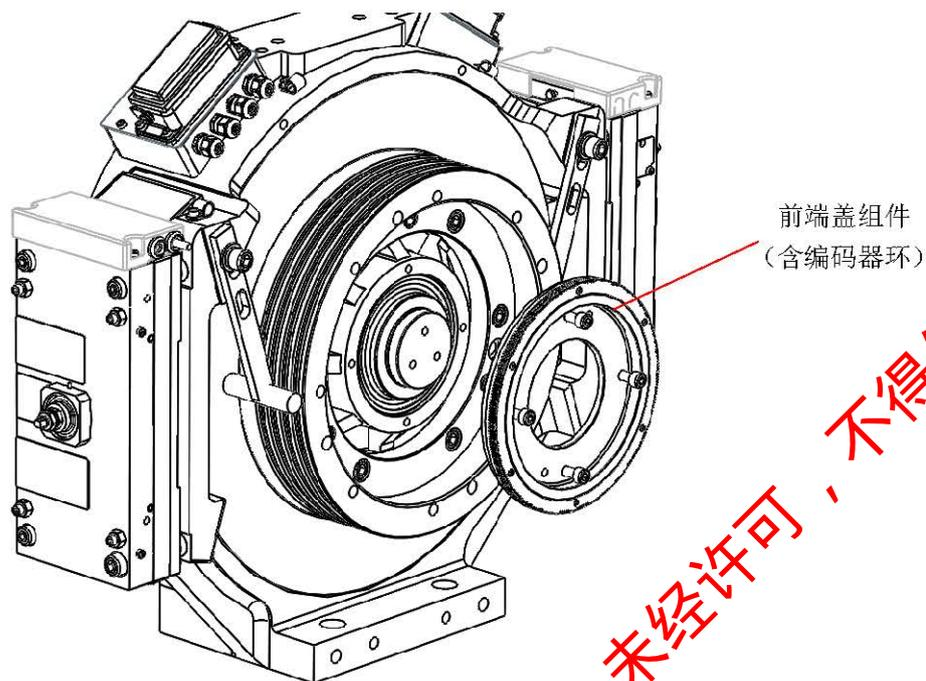

图 8-4 编码器环拆卸示意图
- 拆除前端盖组件（见图 8-4），然后拆除 6 个曳引轮安装螺栓 18，使用 M12×70 的螺栓，缓慢同步地将曳引轮顶出，并取出 3 个弹性圆柱销 17，顶出时要防止曳引轮掉落砸伤工作人员。
- c. 按图 8-4 所示，松开 4 个 M8 安装螺栓，拆除前端盖组件（含编码器环），更换新的前端盖组件，锁紧 4 个 M8 安装螺栓（涂抹适量乐泰 243 螺纹胶）。